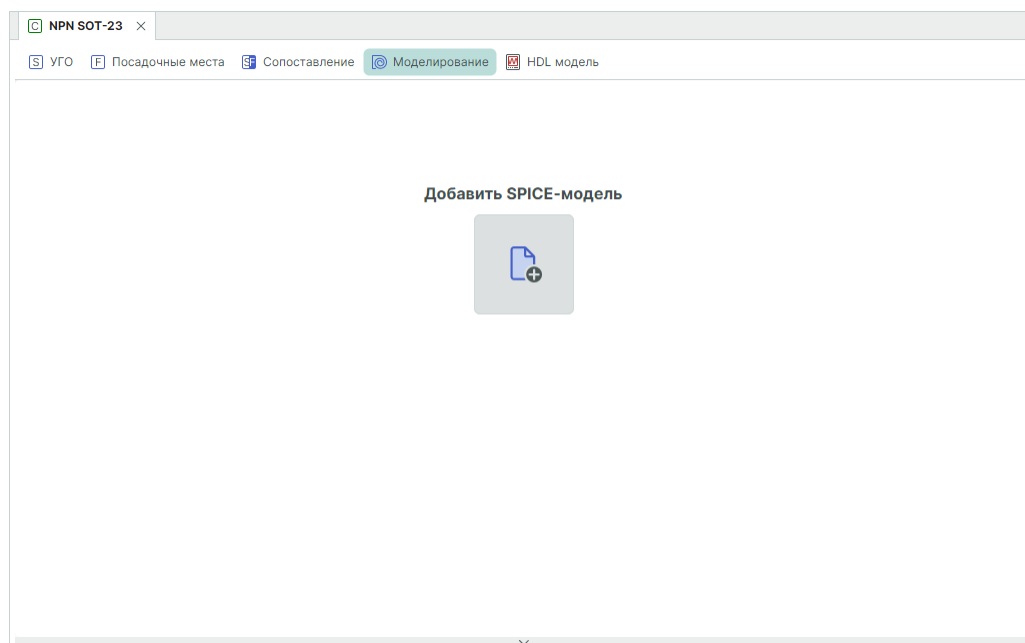

Рис. 15 Переход к добавлению SPICE-модели
3. Нажмите «Добавить SPICE-модель», см. Рис. 15.